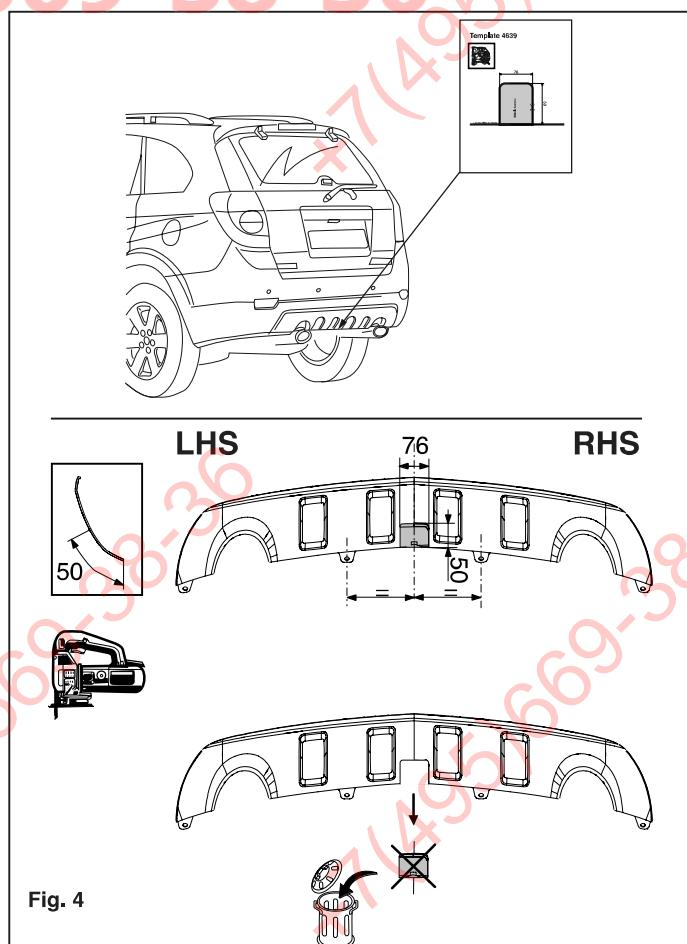

Fig. 4
5. Use the template to saw out the indicated section from the bumper. (place the template on the outside of the bumper) See figure 4.
5. Выпилить указанную часть из бампера при помощи шаблона. (Нанести шаблон на наружную сторону бампера.) См. рисунок 4.